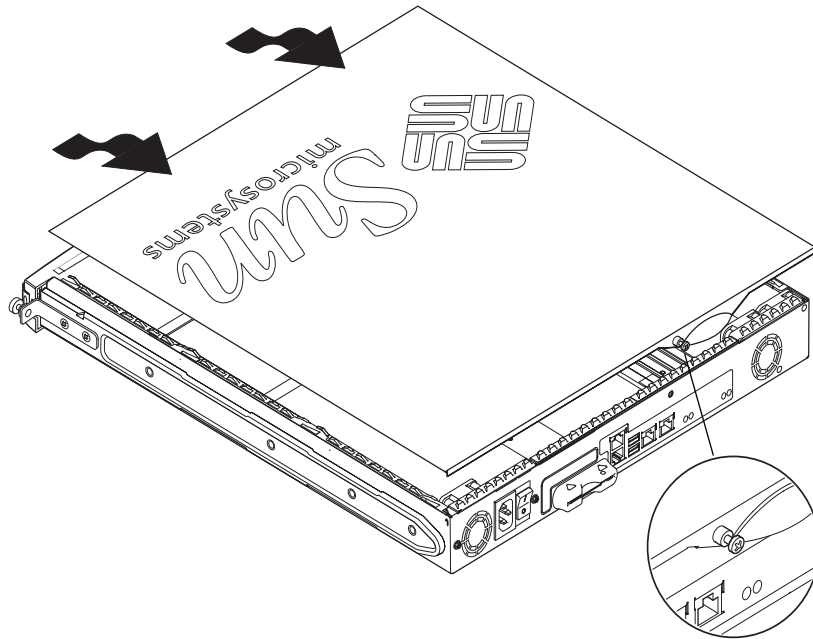

FIGURA 8-3 Extracción de la cubierta superior
2. Desatornille el tornillo de captura de la parte posterior de la unidad (consulte la FIGURA 8-3).